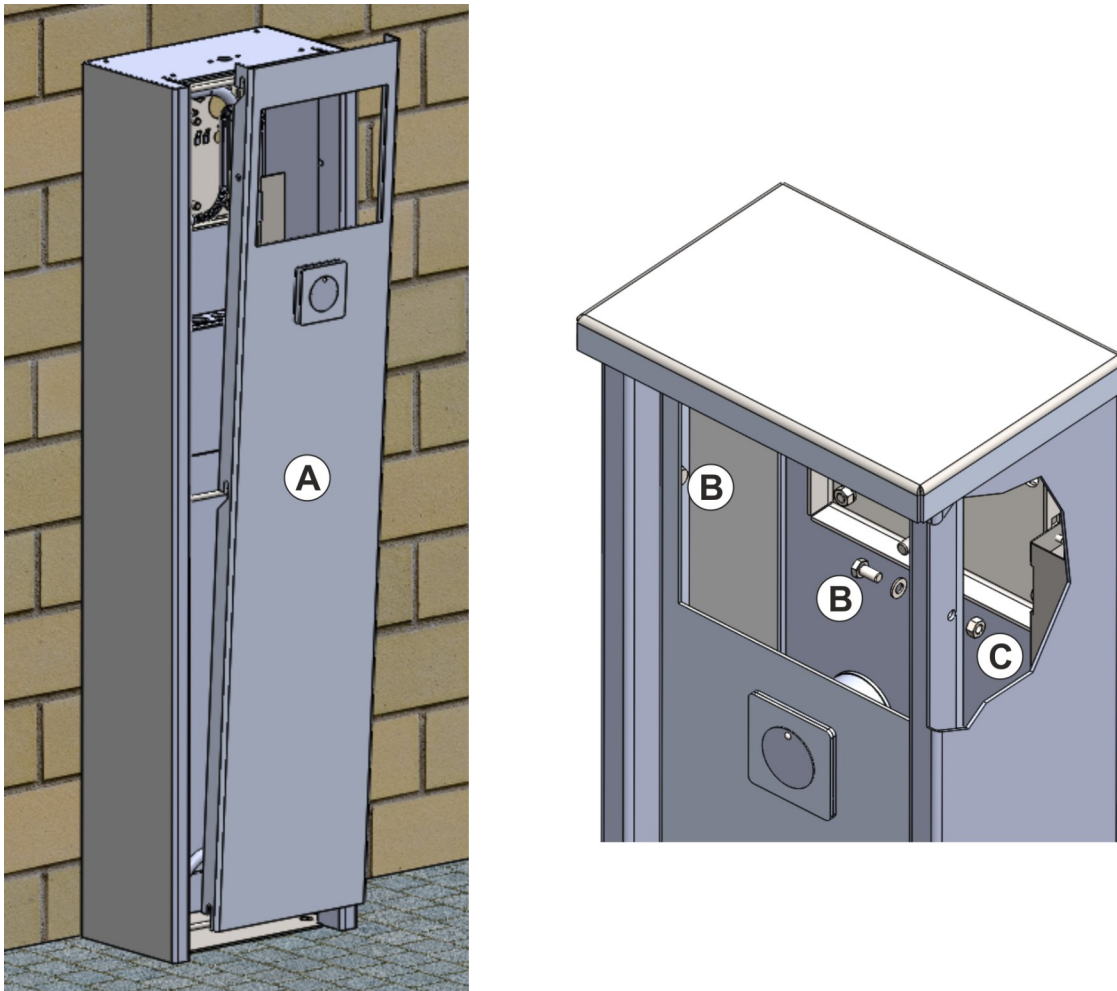

Abb. 20: *Einhängen und Verschrauben der Säulenfront*
- ◆ Die Säulenfront (A) wird eingehängt und im oberen Teil beidseitig mit jeweils einer Schraube (B) und Mutter M8 (C) verschraubt (siehe Abb. 20).